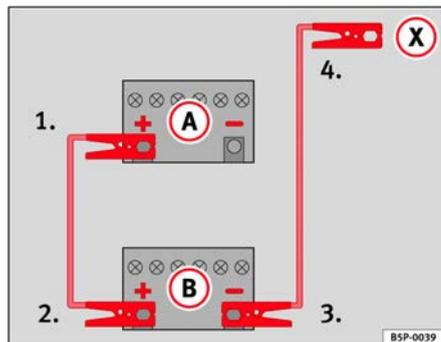

Fig. 193 Esquema de conexión de los cables de emergencia
En la ⇒ fig. 193 **A** representa a la batería sin carga y **B** a la batería con carga.
1. Emborne un extremo del cable de emergencia rojo al polo positivo ⇒ fig. 193 ⊕ del vehículo con la batería descargada ⇒ ⚠.